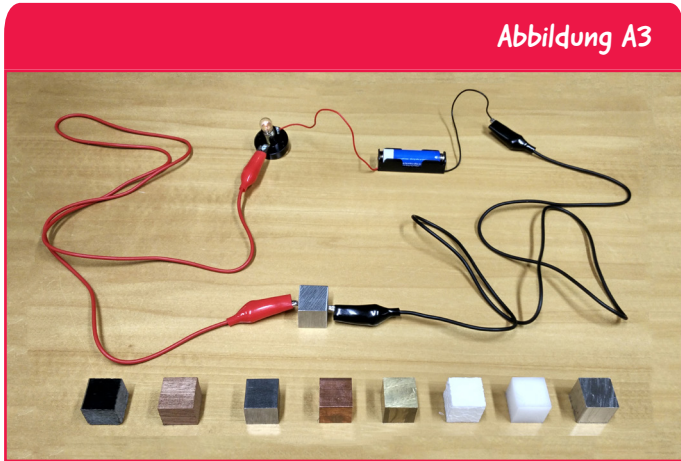

Abbildung A3
4. Ändert nun euren Versuchsaufbau gemäß Abbildung A3. Achtet darauf, dass die Krokodilklemmen möglichst fest am Material anliegen, um einen guten Kontakt herzustellen. Klemmt sie aber keinesfalls an das Material, da ihr es sonst beschädigen könntet.